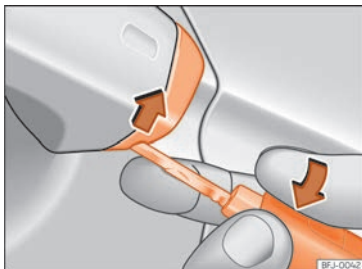

Abb. 80 Fahrertürgriff: Abdeckkappe abhebeln.
- Den Schlüsselbart am Fahrertürgriff in die untere Öffnung der Abdeckkappe stecken » Abb. 80 und die Abdeckkappe von unten nach oben anheben.